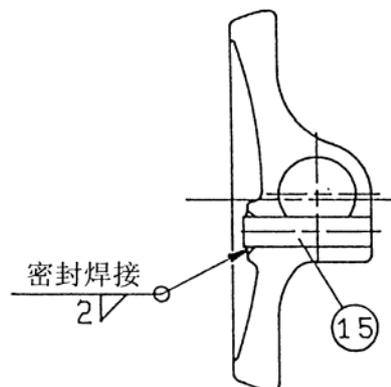

图 10-9.
- 按拆卸时作好的标记在相应的部位装上止推环 (20) 同时装好阀杆。如果止推环的位置装错，则将造成密封环的破损和动作不良。
- 请按图 10-9 所示要领进行焊接，如不进行焊接，在使用中可能造成固定销的脱落，引起故障。